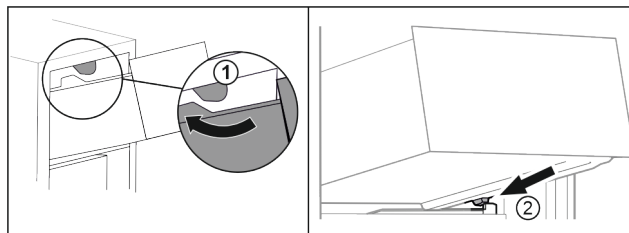

Fig. 97
- Ved'te zásuvku podél horních zarážek. Fig. 97 (1)
- Nasad'te zásuvku šikmo za dolní zarážky na žebrování na nádoby. Fig. 97 (2)